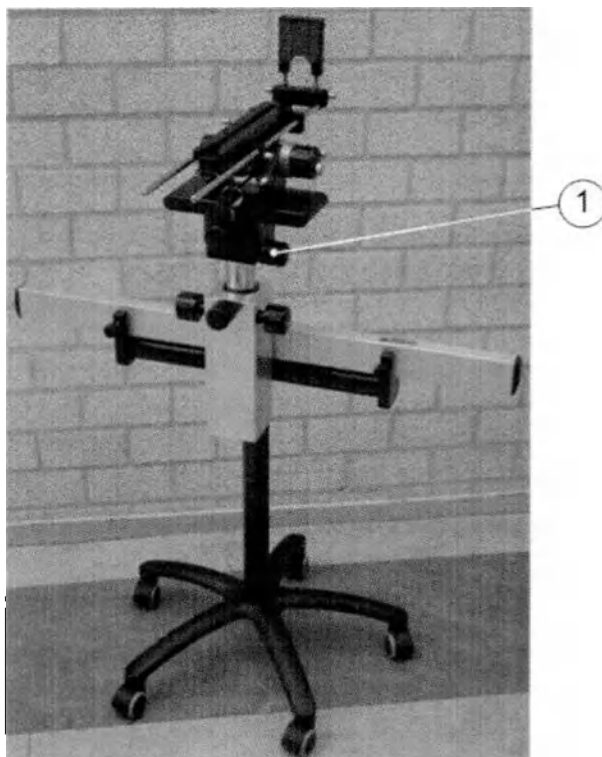

Рис. 3.5. Установка головки устройства пошагового перемещения
- 5 Установите головку устройства пошагового перемещения на стойку. Затяните ручку для фиксации головки устройства пошагового перемещения на стойке (рис. 3-5, цифра 1).